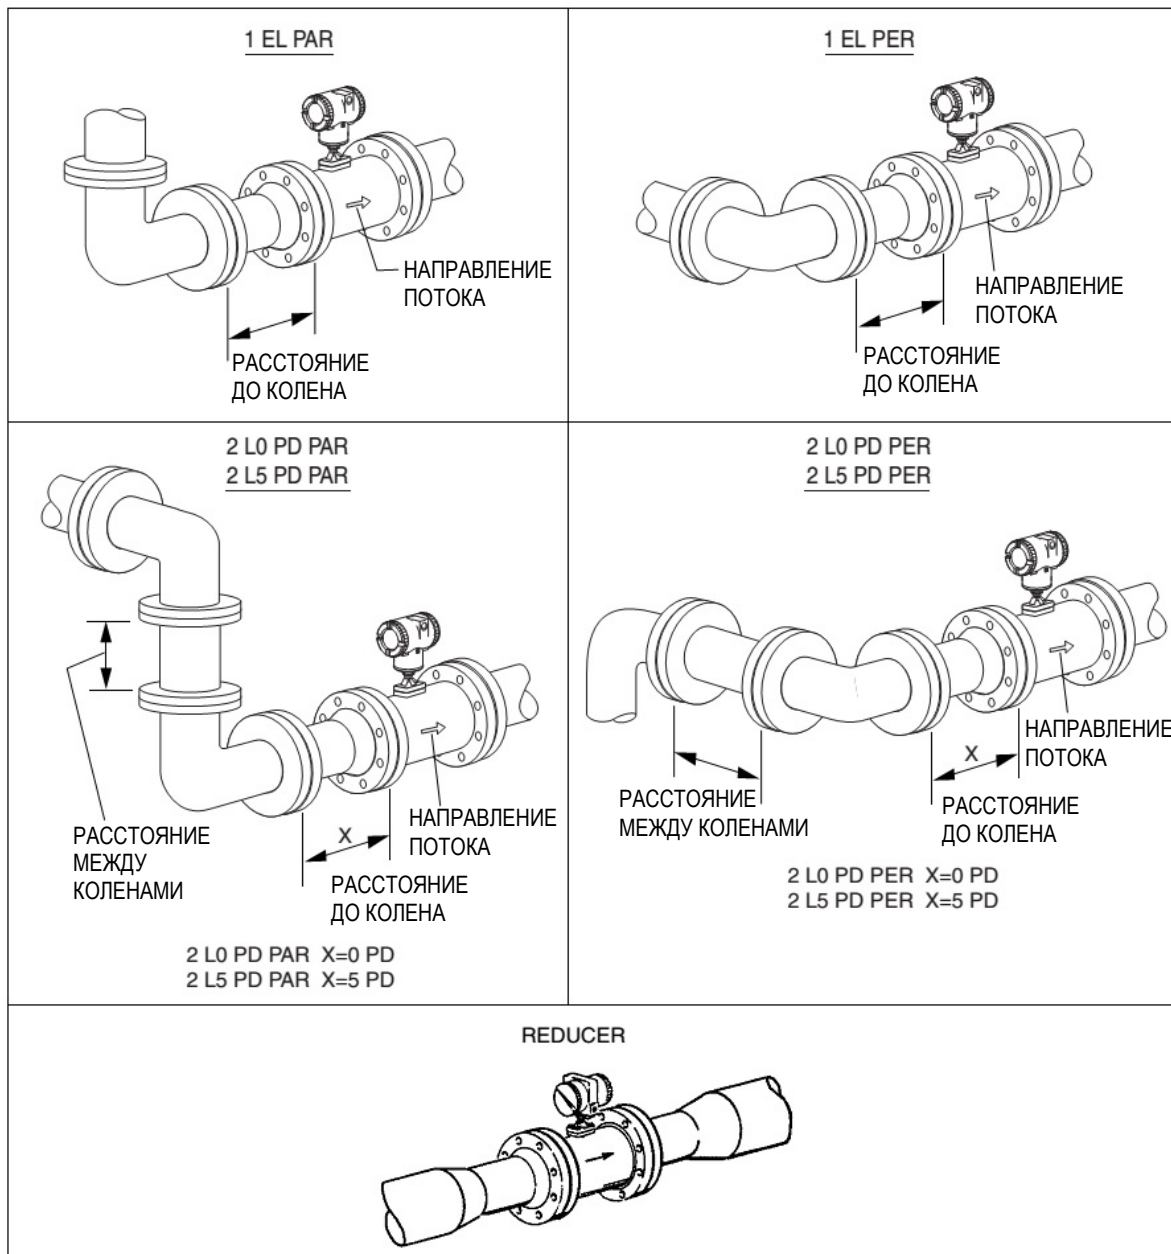

Рисунок 44. Конфигурация трубопроводов
- ◆ В пункте 4 **Config** выберите из списка конфигурацию трубопровода, расположенного перед расходомером (см. рисунок 44):